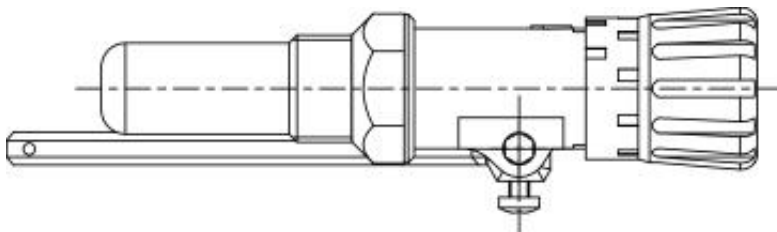

Fig. 8
4.6.2 Regulatorul "REGULUS RT2" (fig. 8)
și 90 °C (fig. 8). Pentru montaj și punerea în funcțiune respectați aceleași instrucțiuni ca pentru regulatorul "Thermostat".